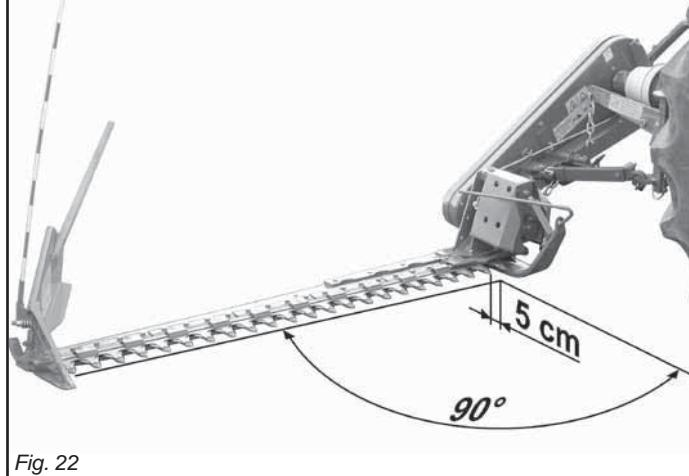

Fig. 22
- Centrați cositoarea acționând tiranții barelor de ridicare ai tractorului, astfel încât, cu cositoarea blocată în cele trei puncte, vârful extern al barei să fie mai în față cu circa 5 cm, față de perpendiculara tractorului (Fig. 22).